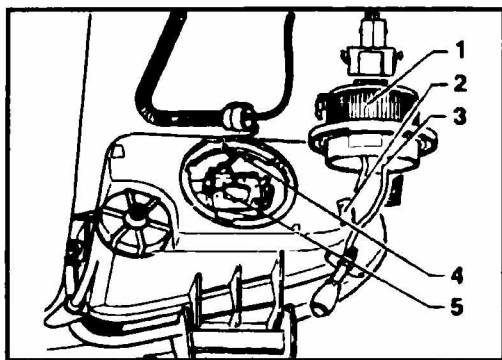

Рис. 11.25 Разъем передней противотуманной фары
- ◆ Поворотом влево снимите с корпуса фары крышку (1, см. рис. 11.25).
- ◆ Разъедините провод заземления (2) в фонаре и разъем (3) в корпусе крышки.
- ◆ Отцепите пружинный проволоочный стопор (4) держателя и удалите перегоревшую лампу.
- ◆ Новую лампу вставьте так, чтобы выемка на патроне совпадала с направляющей перемычкой (5) корпуса.